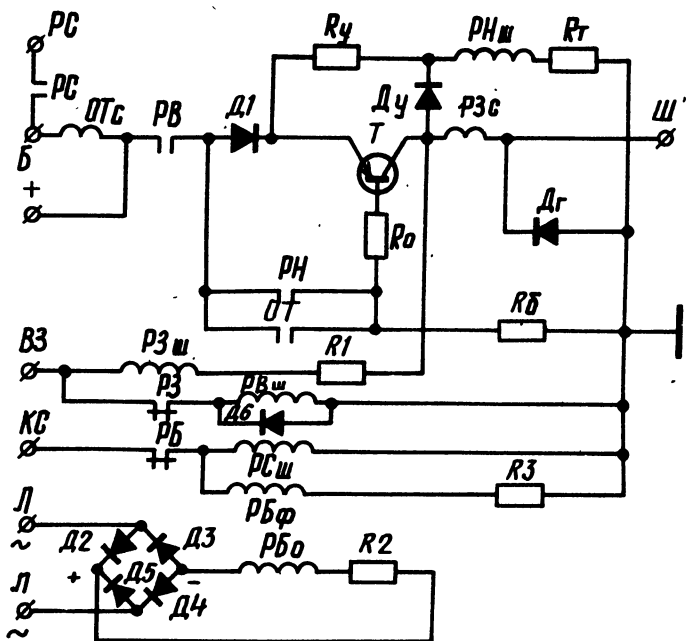

РИС. 205. РЕЛЕ-РЕГУЛЯТОР. СХЕМА ЭЛЕКТРИЧЕСКАЯ ПРИНЦИПИАЛЬНАЯ
1. При включении выключателей батареи и зажигания замыкается цепь обмотки реле включения РВ₀: аккумуляторная батарея, шунт вольтметра, фильтр, выключатель зажигания ВЗ, вывод ВЗ реле-регулятора (рис. 205), обмотка РВ_ш, корпус машины, минус аккумуляторной батареи. Контакты РВ замыкаются, включая обмотку возбуждения генератора через транзистор на питание от аккумуляторной батареи; так как потенциал эмиттера транзистора выше потенциала базы, существует ток базы и, следовательно, сопротивление перехода эмиттер — коллектор мало.
При нажатии на кнопку СТАРТЕР ток от аккумуляторной батареи поступает в обмотку реле РС (рис. 205). Реле срабатывает и замыкает свои контакты, в результате чего ток поступает в обмотки тягового реле. Совместным действием обеих обмоток создается магнитное поле, необходимое для перемещения якоря реле. Перемещение якоря вызовет поворот рычага, который передвигает муфту и вводит шестерню стартера в зацепление с зубчатым венцом маховика. Как только произойдет полное зацепление шестерни с зубчатым венцом маховика, якорь тягового реле, перемещаясь, замкнет контакты этого реле.